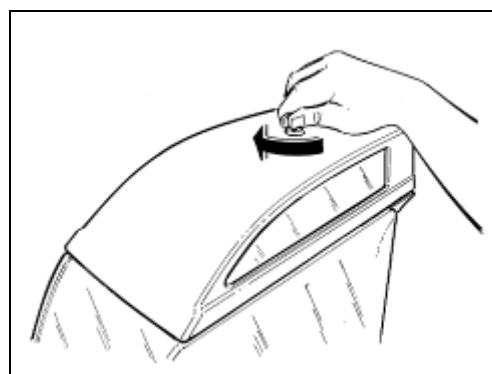

Fig. 17
- Rimuovere il coperchio luminoso dopo averlo sbloccato con l'apposita chiave, ruotando in senso orario (fig.17).